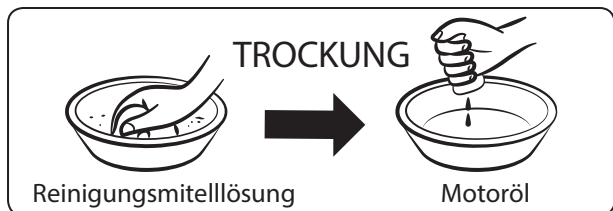

Abb. 10
- Lassen Sie den trockenen Filter Motoröl ansaugen und das überschüssige Öl drücken Sie gründlich aus, jedoch verdrehen Sie den Filter nicht, damit er nicht zerreißt, siehe Abb. 10. Ein unzureichend ausgedrückter Filter verursacht einen mangelhaften Luftstrom. Die Tränkung des Filters mit Öl ist für die Erhöhung der Filtrationsleistung wichtig.